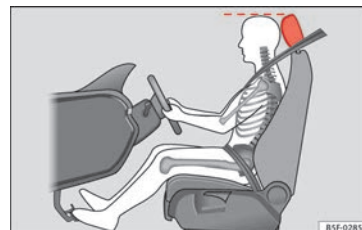

Fig. 75 Posición correcta del apoyacabezas del conductor.
- Ajuste el apoyacabezas de modo que el borde superior del mismo quede a la altura de la parte superior de su cabeza » fig. 75.